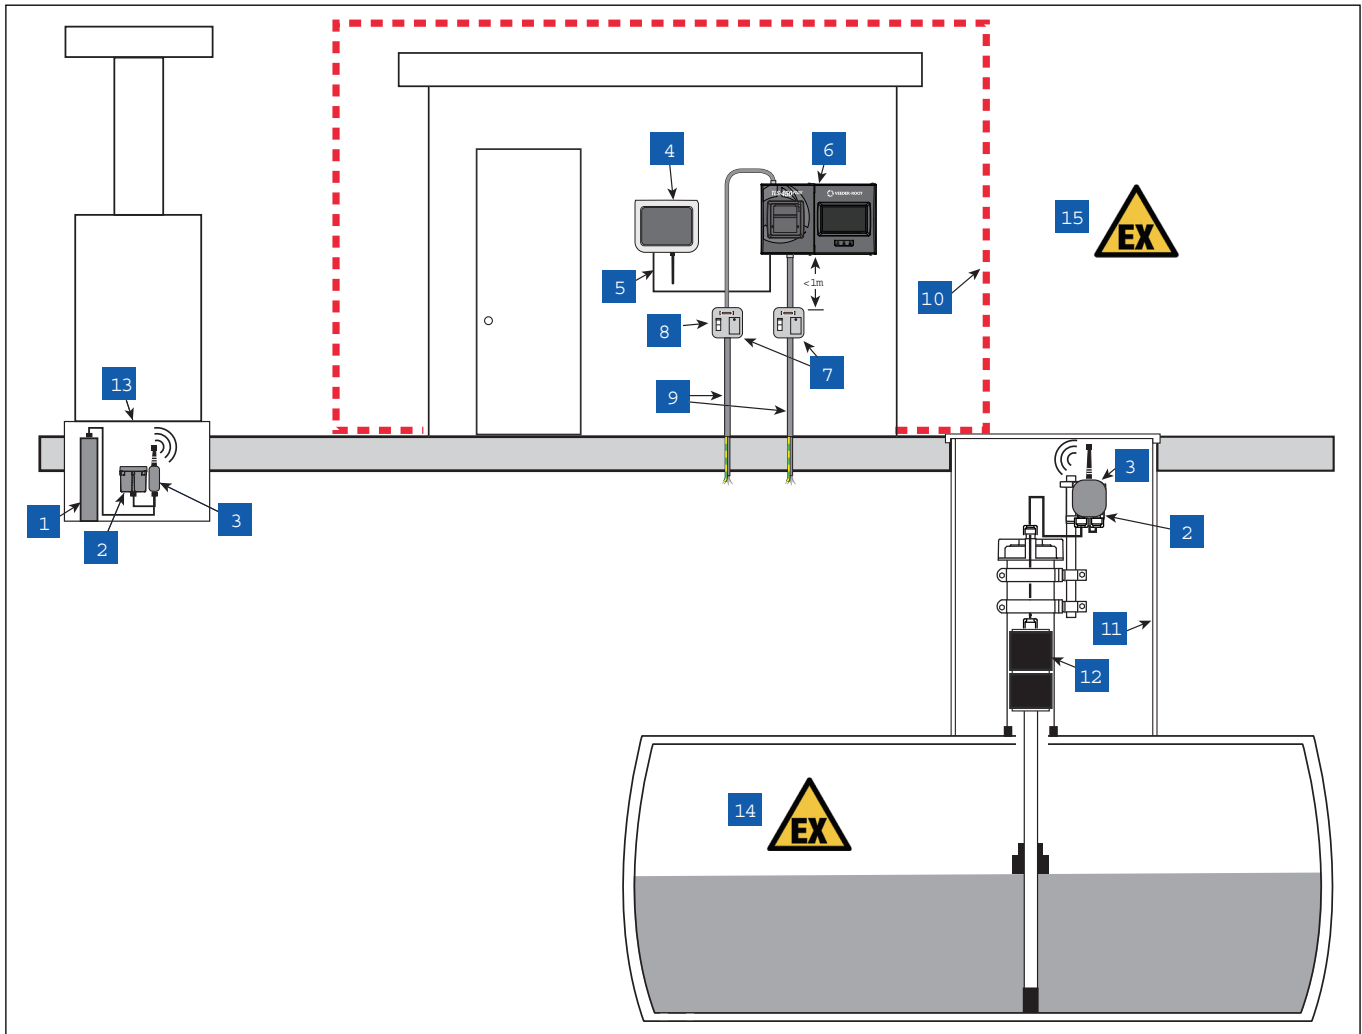

Figura 3. Ejemplo de disposición simplificada del emplazamiento del sistema inalámbrico de 868 MHz
**LEYENDA PARA LOS CUADROS NUMERADOS DE LA Figura 3**